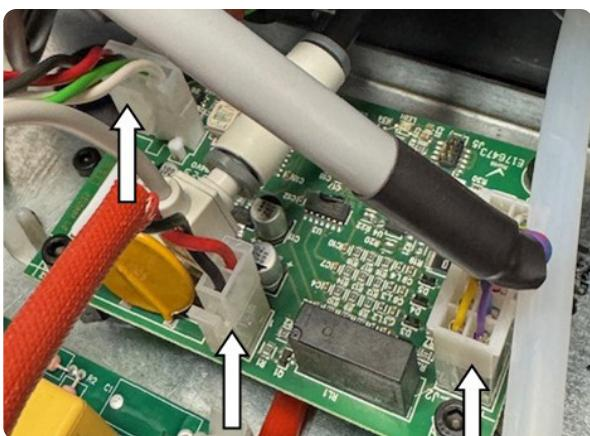

Fig. 5
- ◆ Conecte el conector de 16 polos restante de la conexión 5587493 (pos.2) al conector J2 del circuito de interfaz CNC 5602702 (pos.1), como se muestra en la Fig.5.
- ◆ Conecte el conector de 4 polos de la conexión 5587505 (pos.3) al conector J3 del circuito de interfaz del CNC 5602702 (pos.1), como se muestra en la Fig.5.
- ◆ Conecte el conector de 2 polos de la conexión 5585932 (pos.4) al conector J1 del circuito interfaz CNC 5602702 (pos.1), como se muestra en la fig.5